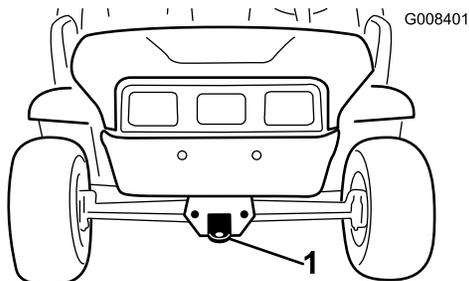
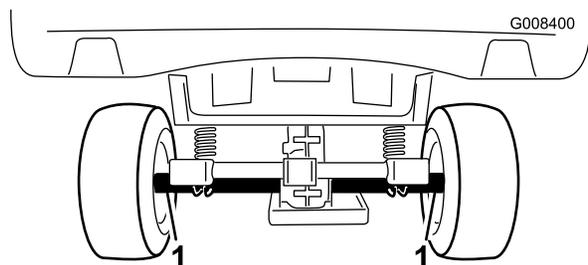

Рисунок 21
Рисунок 22
Для перемещения машины на большие расстояния используйте прицеп с полноразмерными наклонными съездами. Убедитесь в том, что машина надежно закреплена на прицепе. Местонахождение точек крепления автомобиля показано на Рисунок 21 и Рисунок 22.
2. Прикрепите буксирный трос к сцепному устройству в передней части рамы автомобиля (Рисунок 21).